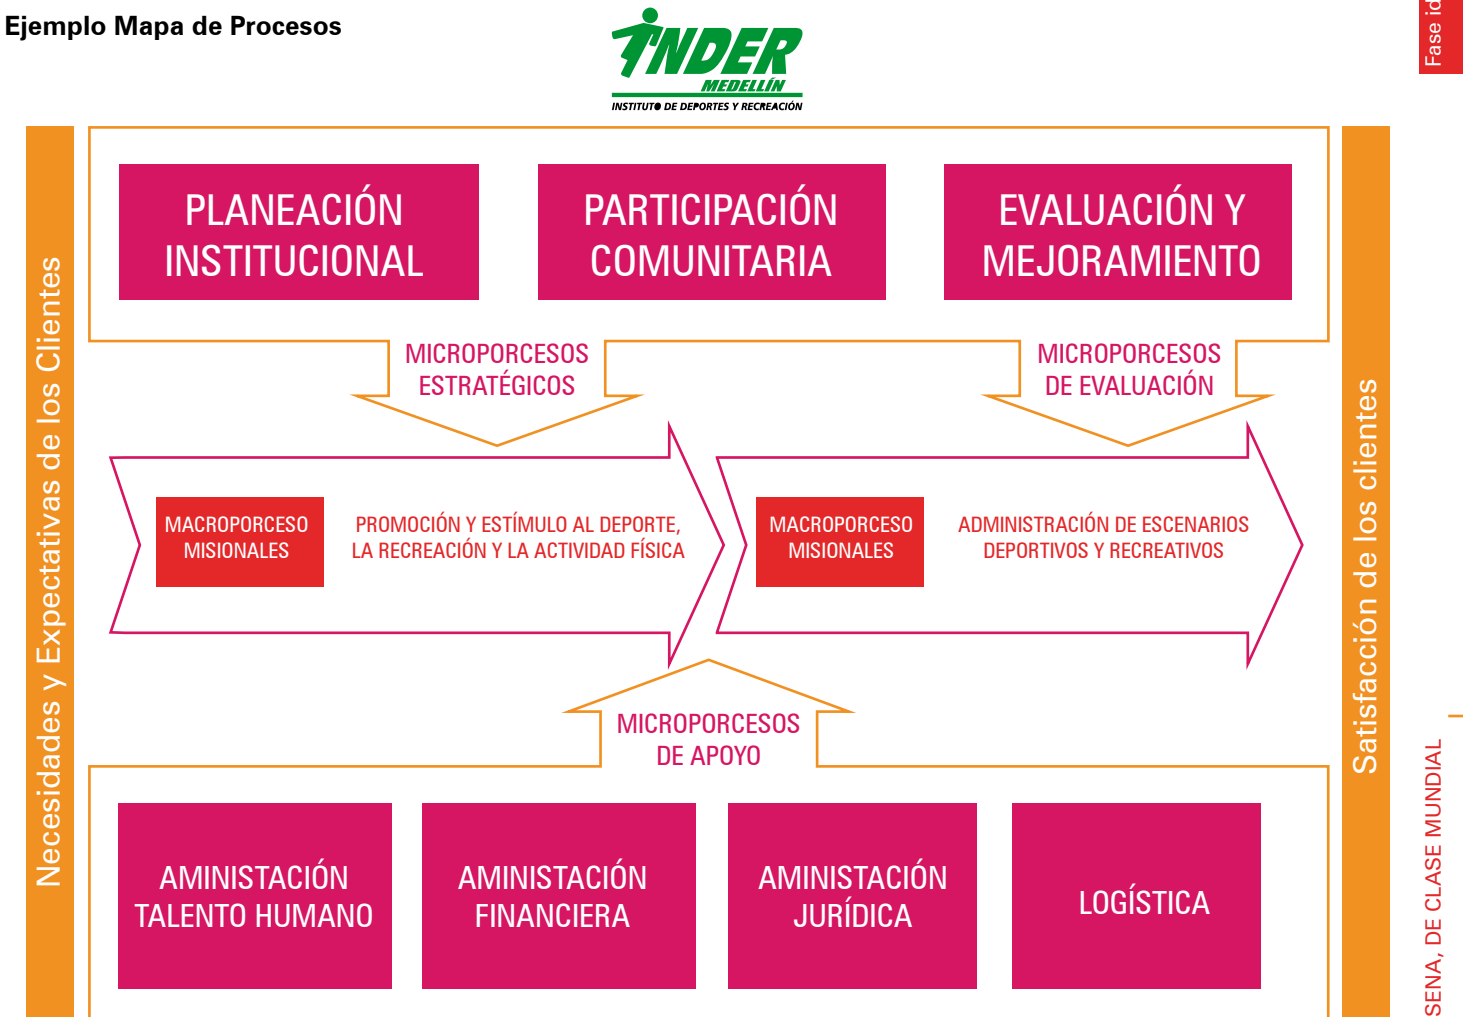

Fig. 3: Sistema Gestión de Calidad.
•Fig. 3: Sistema Gestión de Calidad. INDER Medellín.